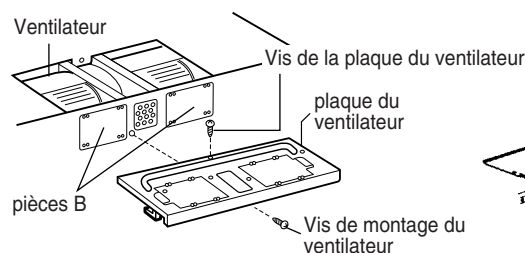

Figure 21
7. Remonter la plaque du ventilateur sur le four à micro-ondes. Fixer en place avec une vis du ventilateur et une ou deux vis de la plaque du ventilateur. Voir la figure 21.